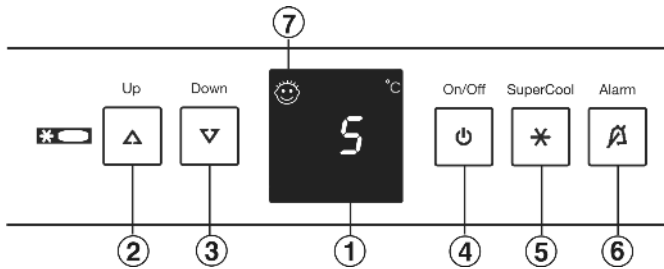

Fig. 2
- ▶ Pulse la tecla On/Off Fig. 2 (4).
- ▶ Activar el modo de ajuste: pulse la tecla SuperCool Fig. 2 (5) durante aprox. 5 s.
- ▶ Utilice la tecla de ajuste Up Fig. 2 (2) y la tecla de ajuste Down Fig. 2 (3) para seleccionar h.
- ▶ Confirmar: pulse brevemente la tecla SuperCool Fig. 2 (5).
- ▶ Ajustar el indicador con más brillo: pulse la tecla de ajuste Up Fig. 2 (2).
- ▶ Ajustar el indicador con menos brillo: pulse la tecla de ajuste Down Fig. 2 (3).
- ▶ Confirmar: pulse la tecla SuperCool Fig. 2 (5).
- ▶ Desactivar el modo de ajuste: pulse la tecla On/Off Fig. 2 (4).